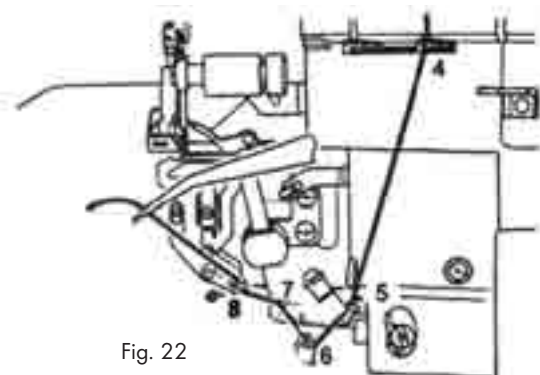

Fig. 22
5. Træk nålen med tråden i griberrummet efter de gule markeringer (4 - 8) (fig. 22).